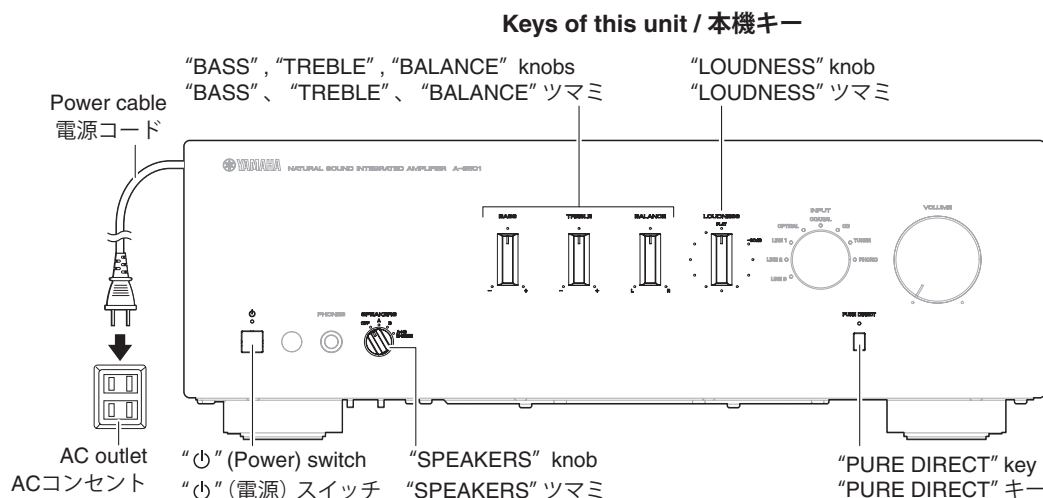

Fig. 19
1. Press the "⏻" (power) switch to turn off this unit. (Fig. 19)
2. Connect the power cable of this unit to the AC outlet. (Fig. 19)
3. Set the "SPEAKERS" knob to the "OFF" position. (Fig. 19)
4. Set the "BASS", "TREBLE" and "BALANCE" knobs to the top positions. (Fig. 19)
5. Set the "LOUDNESS" knob to the "FLAT" position. (Fig. 19)
1. 本機の "⏻" (電源) スイッチを OFF にします。 (Fig. 19)
2. 電源コードを AC コンセントに接続します。 (Fig. 19)
3. "SPEAKERS" ツマミを "OFF" にします。 (Fig. 19)
4. "BASS"、"TREBLE"、"BALANCE" ツマミを中央の位置に合わせます。 (Fig. 19)
5. "LOUDNESS" ツマミを "FLAT" の位置に合わせます。 (Fig. 19)
6. Press the "⏻" (power) key to turn on this unit. (Fig. 19)
8. Repeat pressing the "PURE DIRECT" key 12 times within 15 seconds. (Fig. 19)
6. 本機の "⏻" (電源) スイッチを ON にします。 (Fig.19)
8. 15 秒以内に "PURE DIRECT" キーを 12 回押します。 (Fig.19)